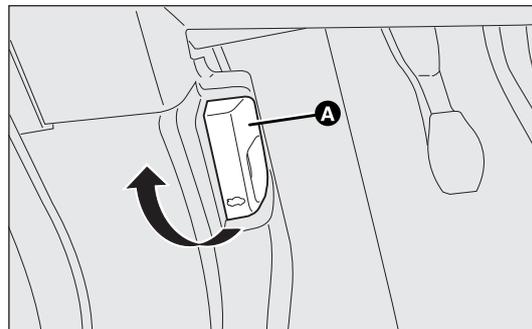

fig. 93
- tirer le levier A-fig. 93 dans le sens indiqué par la flèche ;